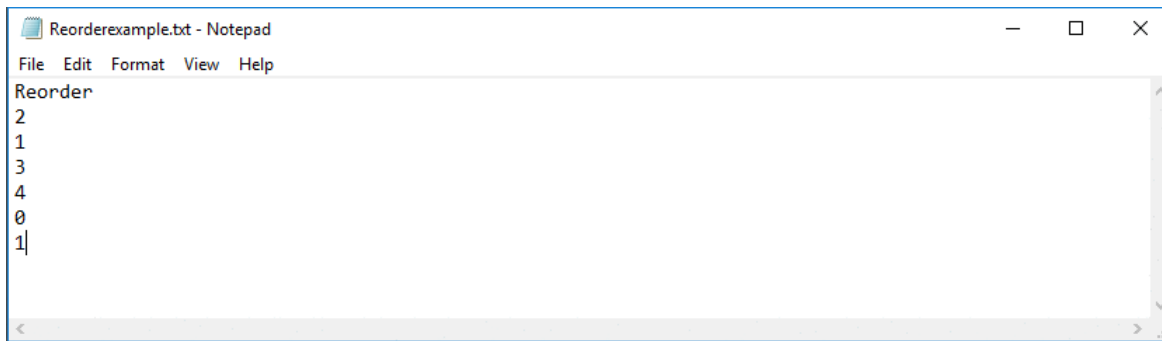

図 3-13. 順序変更の例
「LUT Editor」(LUT エディタ) パネルを図 3-12 に示します。ここで、SNO (シーケンス番号) というラベルの付いた列は、図 3-11 に示す「Pattern Design」(パターン デザイン) タブの「Update LUT」(LUT を更新) をクリックした後の順序設定に従うパターン表示スロット番号を表します。次に、好きなパターン番号を「LUT entry」(LUT エントリ) 列の行に手動で入力するか、図 3-13 に示すように「Reorder」(再注文) という単語の後に必要なパターン スロットの番号が記載されているテキスト ファイルをロードして、これらのパターンの順序を変更できます。
13. テキスト ファイルが保存された場所を参照し、図 3-13 に示すようにテキスト エディタ プログラムでファイルを開きます。